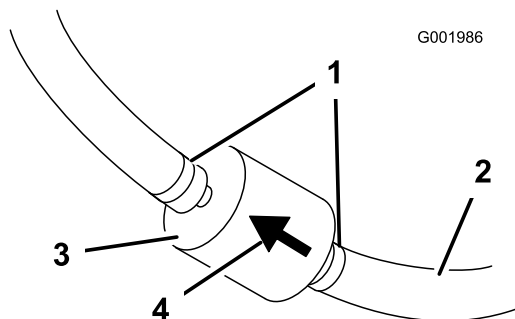

Figure 46
5. Pincez les extrémités des colliers et éloignez les colliers du filtre (Figure 46).